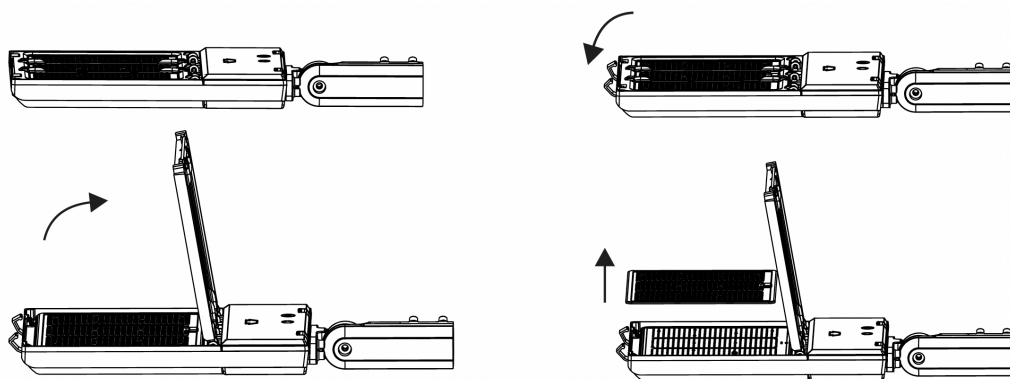

Figure 22
Étape 1 : Ouvrir le cadre de la porte de l'objectif en déclipant les loquets et retirer l'objectif préinstallé. (Fig. 22)